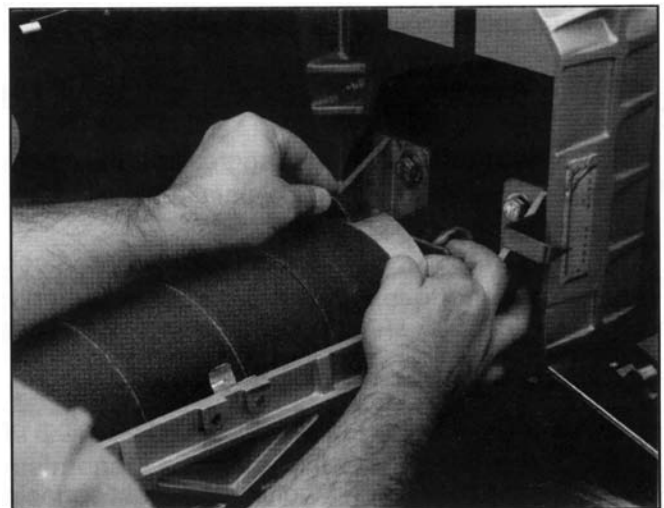

Figure 19
4. Après avoir terminé d'envelopper le tambour, maintenez la bande et insérez l'autre extrémité de la bande dans la fente du tambour. A l'aide de la main droite, relevez complètement la pince de fixation pour ouvrir les mâchoires. Insérez l'extrémité de la bande abrasive et relâchez la pince pour maintenir la bande abrasive en position (figure 19). La pince de fixation sert à retenir et à tendre la bande abrasive durant l'utilisation et à la maintenir en place si la bande s'étire durant l'utilisation. Si la bande abrasive n'est pas fermement maintenue, cela est probablement dû au fait que la pince de fixation n'a pas été suffisamment relevée pour ouvrir les mâchoires et insérer la bande abrasive.